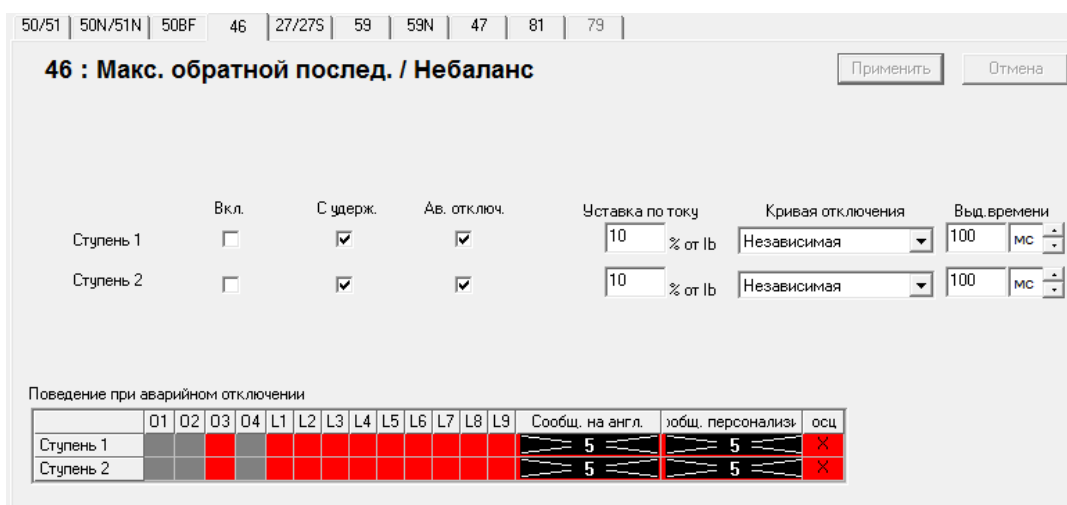

Рис. 5.9. Окно настройки MT3 обратной последовательности
- Максимальная токовая защита обратной последовательности / небаланс – 46 (рис. 5.9).
На экране (рис. 5.9):